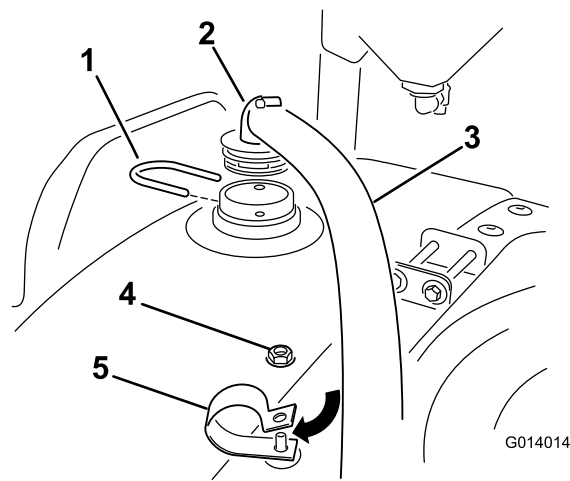

Bild 19
2. Befestigen Sie das Schlauchende mit dem 90° Anschluss mit einer Befestigungsgabel an das zuvor angebrachte Schott (Bild 19).
4. Setzen Sie eine Sicherungsmutter auf die Schraube in der R-Klemme und ziehen Sie sie zu diesem Zeitpunkt mit der Hand an (Bild 19).